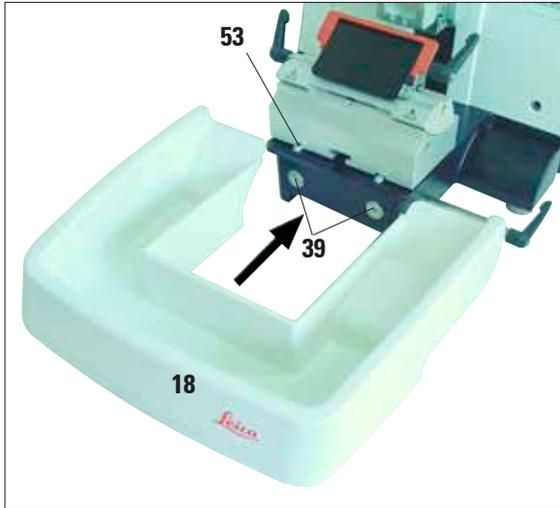
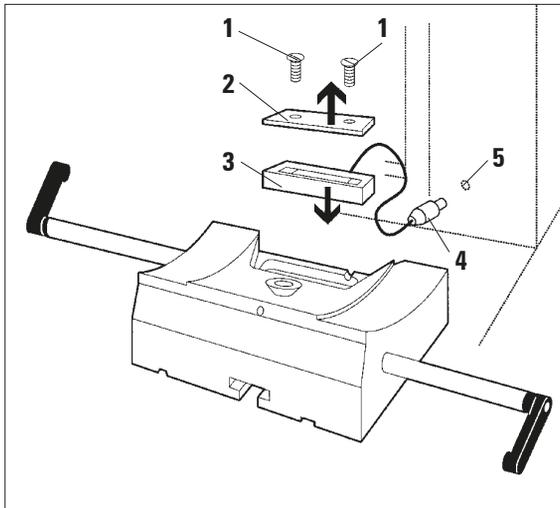

Fig. 53
Fig. 54
- Solte o parafuso (3) no braço horizontal do charriot do microscópio no sentido anti-horário.
- Insira a peça de conexão de prata (1) até onde ela for. Aperte o parafuso (3).
- O adaptador (2) permite que um guia luminoso de fibra óptica seja instalado.
- As ilustrações do aparelho na Fig. 53 e na Fig. 54 são somente um exemplo.